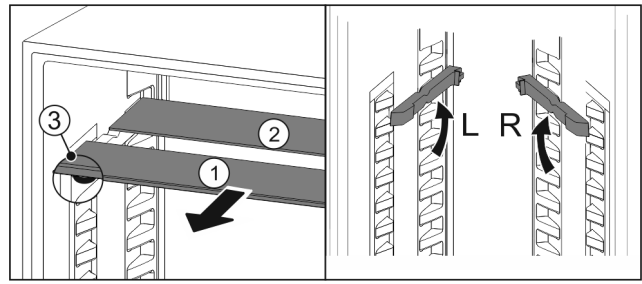

Fig. 99
- ▶ Sortir les tablettes par l'avant Fig. 99 (1).
- ▷ La tablette en verre Fig. 99 (1) avec bordure décorative est située à l'avant.
- ▷ Les butées Fig. 99 (3) sont orientées vers le bas. Appareil avec compartiment congélateur :*